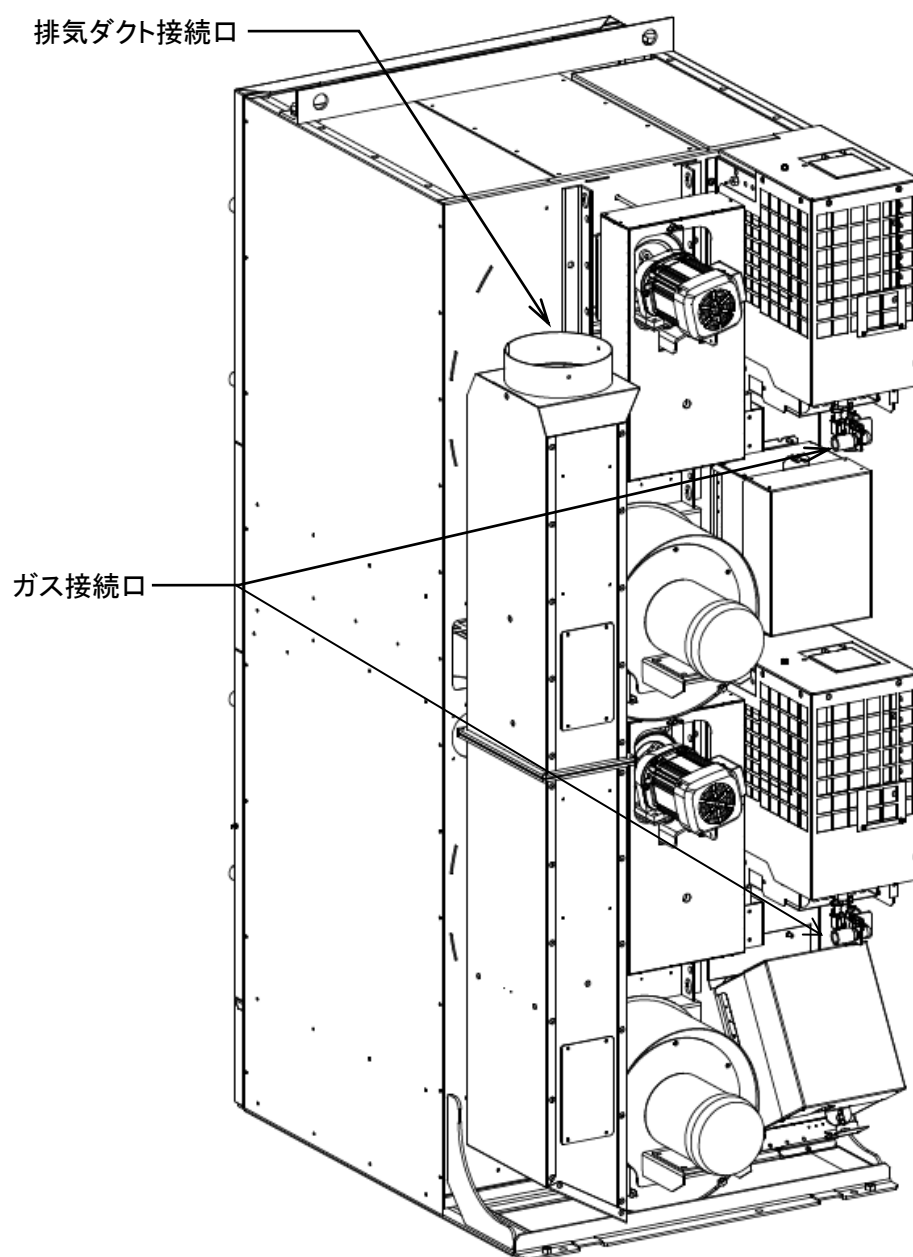

図 5-1
- ・ ガス配管接続口に配管を接続します。(図 5-1)
- ・ 排気ダクト接続口にダクトを接続します。接続口の外形はφ198mmです。(図 5-1)